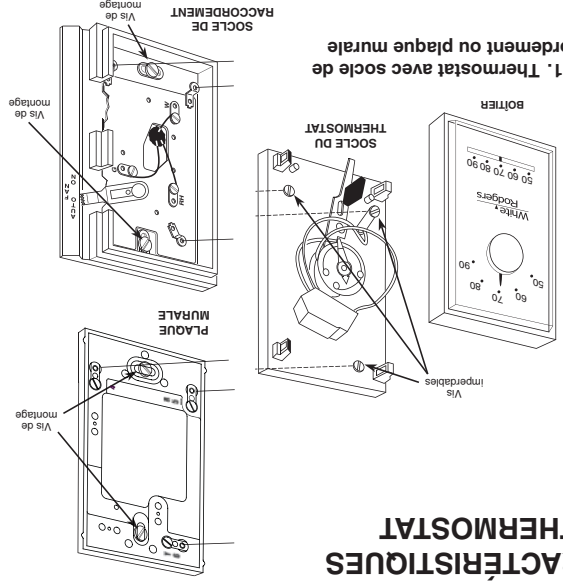

Figure 1. Thermostat avec socle de raccordement ou plaque murale
- B. **Monter le socle de raccordement ou la plaque murale :** utiliser les vis fournies pour fixer au mur le socle de raccordement ou la plaque murale (figure 1).
- D. **Montage du socle du thermostat :** Repousser dans le mur tout surplus de fil et boucher le trou à l'aide d'un matériau coupe-feu (comme de l'isolant en fibre de verre) afin d'empêcher que des courants d'air ne nuisent au fonctionnement du thermostat. Fixer le socle du thermostat au socle de raccordement ou à la plaque murale à l'aide des trois vis imperdables (figure 1). Serrer à fond les vis.